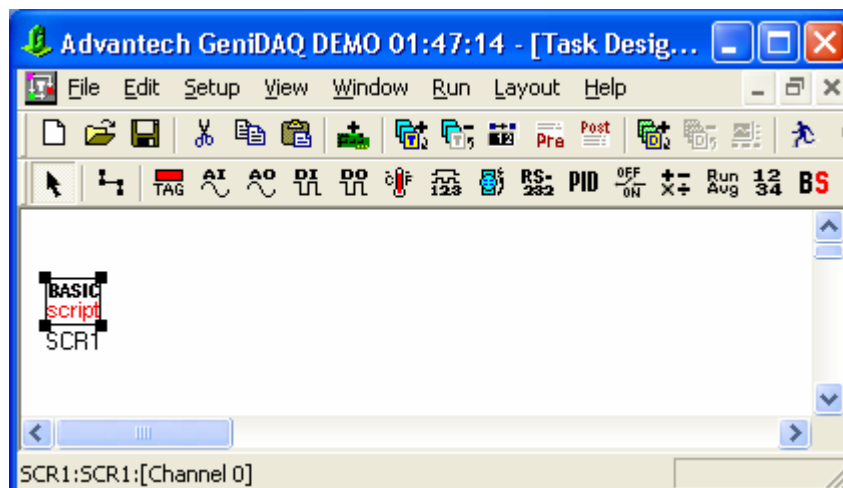

Рис. 4.83. Вид окна редактора задач приложения DemoDialog
3. *Третье действие.* На панели инструментов выберите кнопку с мнемоникой **BS** (BASIC Script), поместите на нее курсор мыши, щелкните левой кнопкой мыши, переместите мышь в окно редактора задач и еще раз щелкните левой кнопкой мыши. При этом в окне редактора задач появится функциональный блок Бейсик-сценария с позиционным обозначением **SCR1** (рис. 4.83).